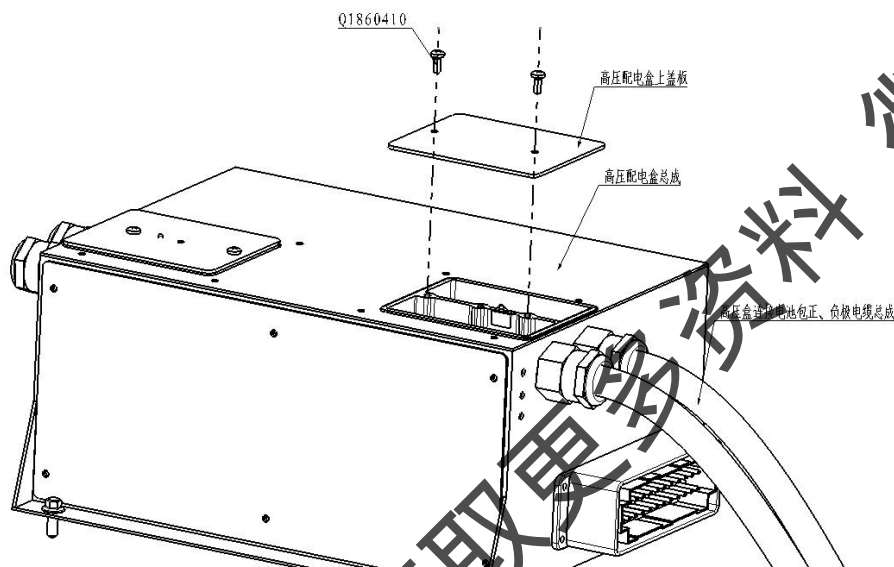

图9-4 维修步骤3
3、高压配电箱端高压盒连接电池包正、负极电缆总成的拆卸，首先将车子落下，再用十字螺丝刀旋出高压配电箱上盖板上两个Q1860410螺钉，打开高压配电箱上盖板（如图9-4所示）。